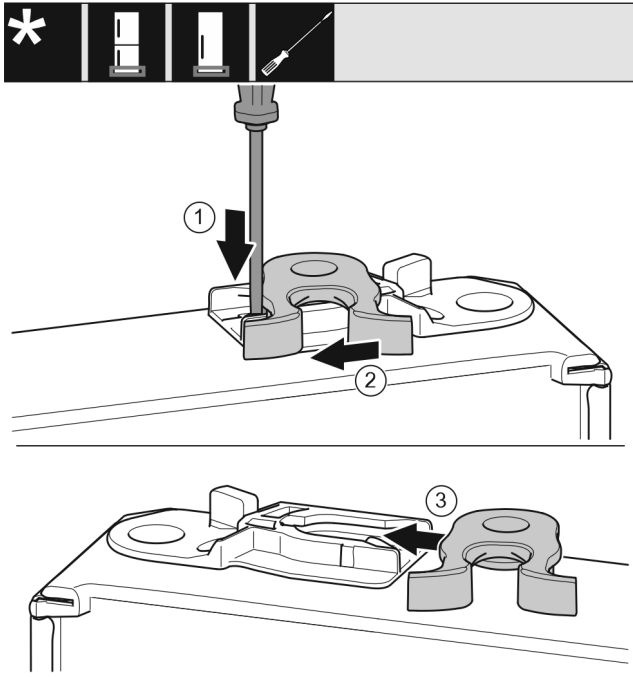

Fig. 18
- ▶ Nyomja le a fedőlemezt csavarhúzóval. Fig. 18 (1)
- ▶ Húzza ki a záróhorgot a vezetősinből. Fig. 18 (2)
- ▶ Tolja be a záróhorgot a vezetősinbe a másik oldalon. Fig. 18 (3)